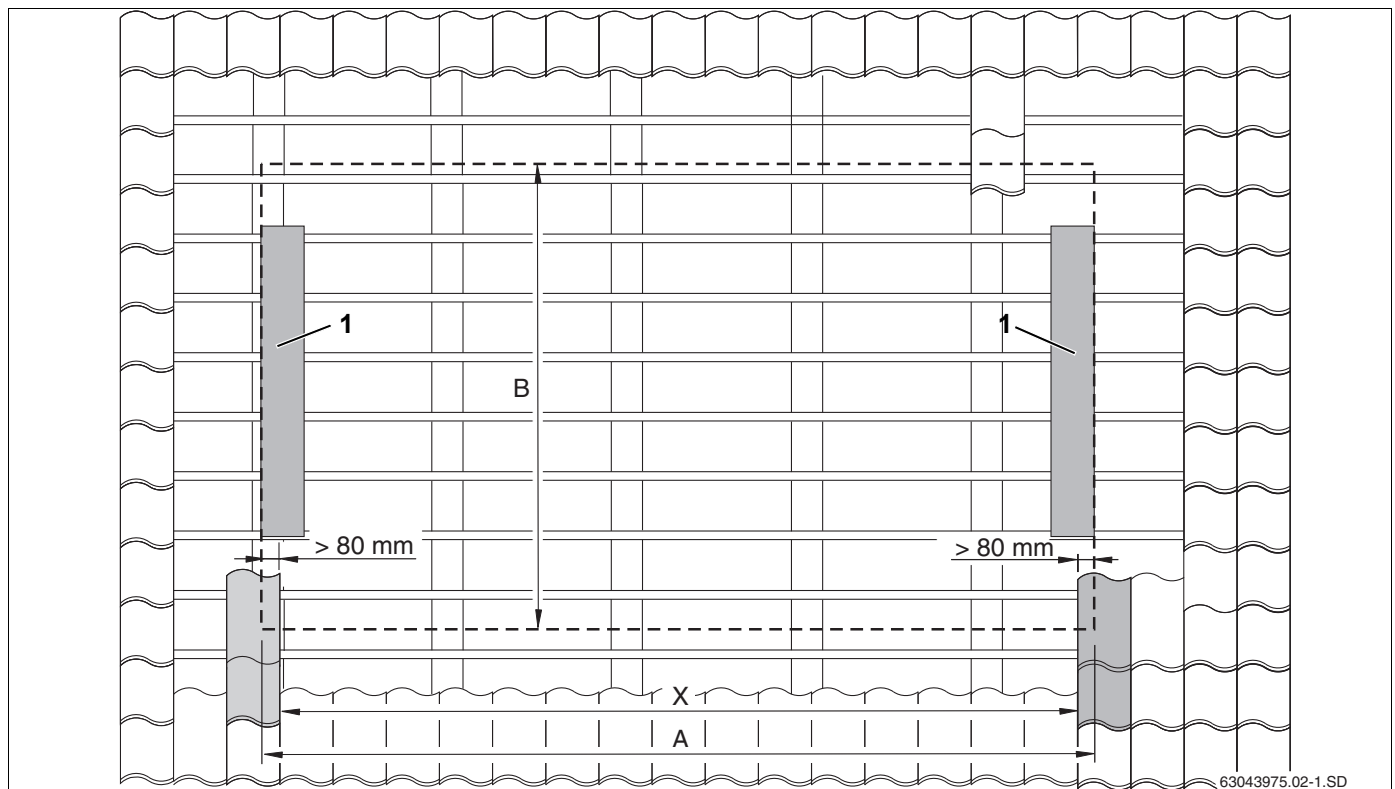

Рис. 8 Определение точного положения поля коллекторов
- ▶ Определите и отметьте на крыше размер X (расстояние между черепицами, лежащими на боковых накладных листах, рис. 8, поз. 1).
Установите самый нижний ряд черепицы учетом размера B (рис. 8) (рис. 8, поз. 2).